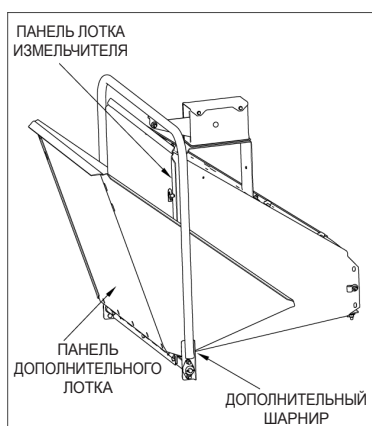

Рис. 2.3. Монтаж дополнительного лотка
1. Поверните дополнительный лоток вверх таким образом, чтобы нижняя часть лотка была направлена наружу (рис. 2.3). Переместите направляющие панели дополнительного лотка между дополнительным шарниром и панелями лотка измельчителя.